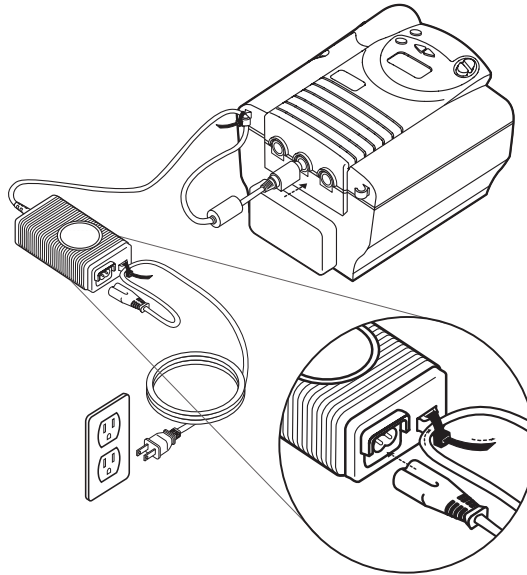

Abb. 5-7 Einstecken der Wechselstromquelle
WARNUNG: Für den ordnungsgemäßen Gebrauch **muss** die Stromversorgung mit der Standfläche nach unten in aufrechter Stellung platziert werden (siehe Abb. 5-7).
3. Das Kabel mit etwas Spielraum verlegen, und auf der anderen Seite des Netzteils an einen der Stromeingänge am Gerät anschließen (siehe Abb. 5-7). Das Kabel hat einen Verriegelungsstecker. So wird das Kabel korrekt angeschlossen: